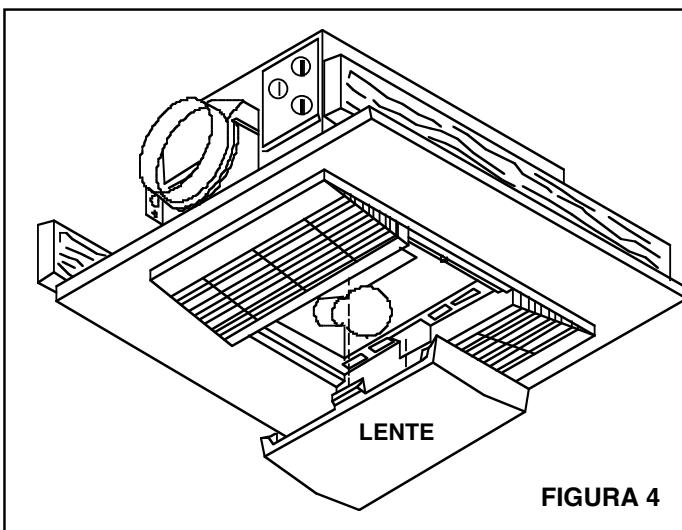

FIGURA 4
4. **Refiérase a la figura 4.** Presione la lente en posición en el centro de la rejilla. Cuando necesite retirar la lente para cambiar la bombilla, introduzca un destornillador en el costado de la misma y presiónela suavemente hasta soltar las lengüetas mientras tira de la lente hacia abajo.